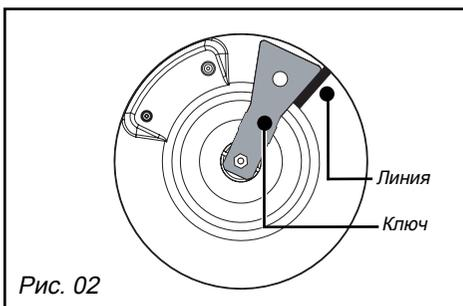

Рис. 02
- Прежде чем устанавливать варочную поверхность обеспечьте герметичность между варочной и рабочей поверхностями, приклеив уплотнитель из пеноматериала по внешнему контуру варочной поверхности (Рис. 02)
Вы можете заблокировать поверхность по вашему желанию с помощью фиксирующих лапок, поставляемых в комплекте с винтами (рис. 02), устанавливаемых по углам корпуса. Используйте отверстия, специально предусмотренные для этого и обозначенные на рисунке выше (рис. 01).
- **Подсоединение с помощью гибкого резинового шланга**, усиленного завинчивающимися механическими насадками (в соответствии с нормой XP D 36-112), срок службы которого составляет приблизительно 10 лет (рис. 02).
- Начертите карандашом линию на пластинке конфорки в указанном месте (рис. 02)
- Не пользуйтесь при приготовлении ёмкостями с вогнутым или выгнутым дном (рис. 02).